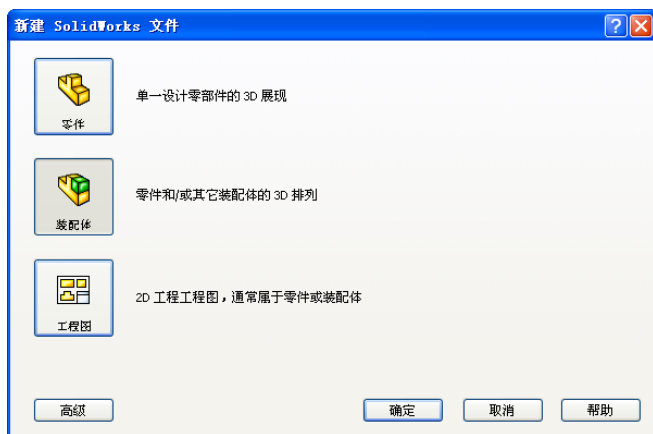

图 11-30 “新建 SolidWorks 文件”对话框
① 创建零件文件。选择菜单栏中的“文件”→“新建”命令，或者单击“标准”工具栏中的“新建”按钮，此时系统弹出如图 11-30 所示的“新建 SolidWorks 文件”对话框，在其中选择“装配体”图标，然后单击“确定”按钮，创建一个新的零件文件。